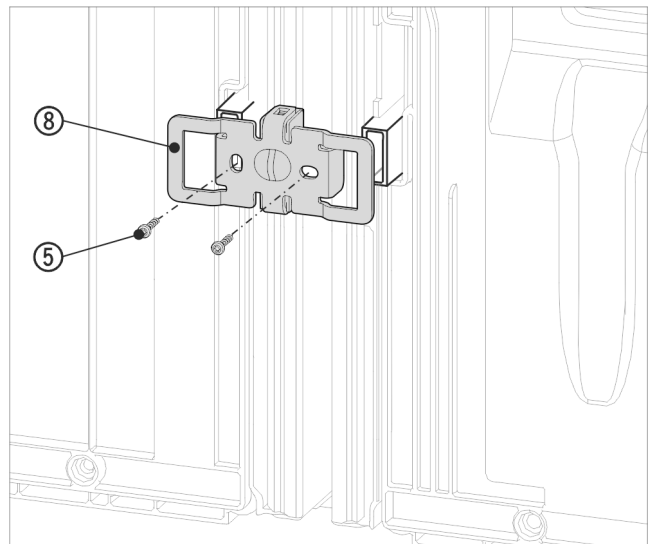

Fig. 19 Beispielhafte Darstellung
- Den Winkel Fig. 19 (8) erneut mit den Aussparungen über die Aufnahme für die Wandabstandshalter schieben.
- Mit 2 Schrauben Fig. 19 (5) fest anschrauben.